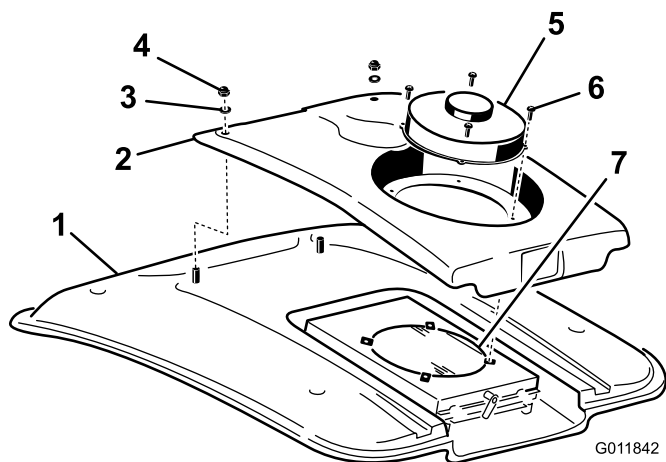

Bild 104
- Entfernen Sie die (4) Schrauben, mit denen der Lüfter und die Kondensatorabdeckung an der Lüfterbefestigung befestigt ist (Bild 104).
- Entfernen Sie die zwei Schrauben und Scheiben, mit denen die Vorderseite der Kondensatorabdeckung am Kabinendach befestigt ist (Bild 104).
- Reinigen Sie den Klimaanlage-Kondensator gründlich mit Druckluft (Bild 104).